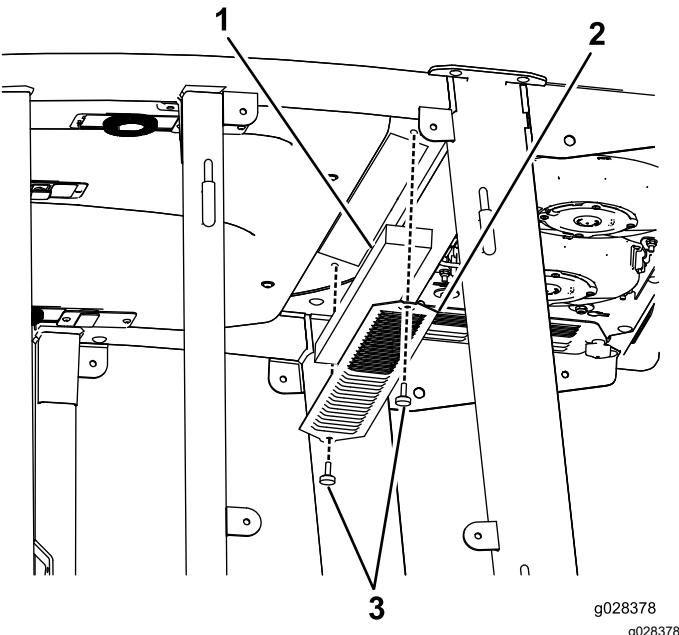
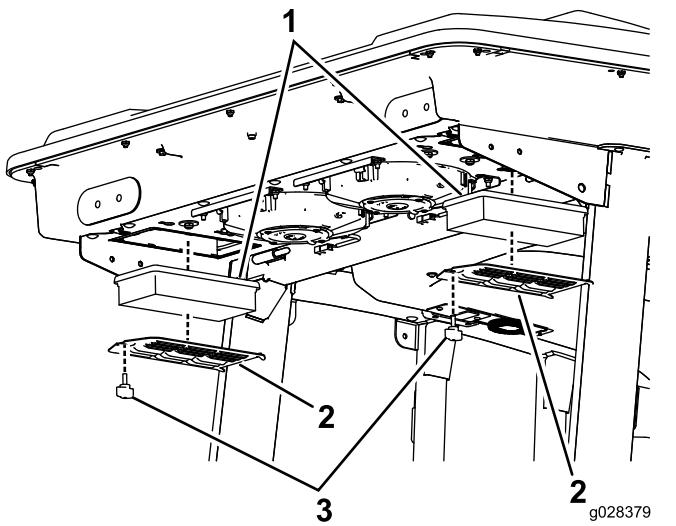
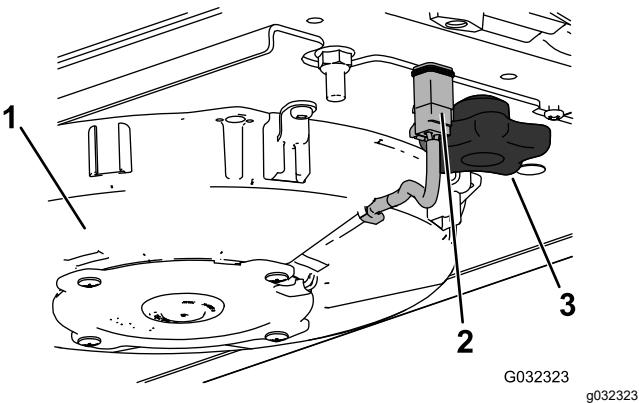
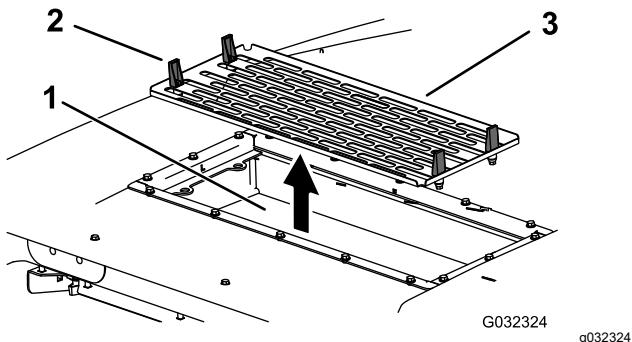

Figure 130
Figure 131
Figure 133
Figure 134
- Retirez les vis et les grilles des filtres à air intérieur et arrière de la cabine (Figure 130 et Figure 131).
4. Déposez les filtres à air (voir Figure 131).
6. Reposez les filtres à air, la grille et le ventilateur (Figure 131, Figure 133 et Figure 134).
7. Rebranchez le câble de chaque ventilateur (Figure 133).